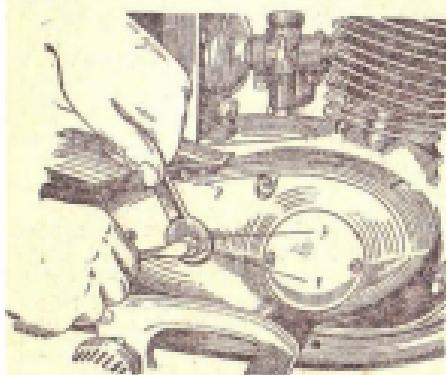

Рис. 170. Регулировка сцепления:
*Сцепная передача. а) Регулировка сцепления легких мотоциклов.* Регулировка свободного хода рычага управления сцеплением (рис. 170) производится регулировочным винтом с помощью отвертки и гаечного ключа. Для регулировки необходимо ослабить контргайку 3 и отверткой повернуть винт 1. При повороте винта по часовой стрелке ход рычага уменьшается, а при повороте против часовой стрелки — увеличивается. Величина свободного хода рычага сцепления в мотоциклах Минского завода (М1А, М1М, и